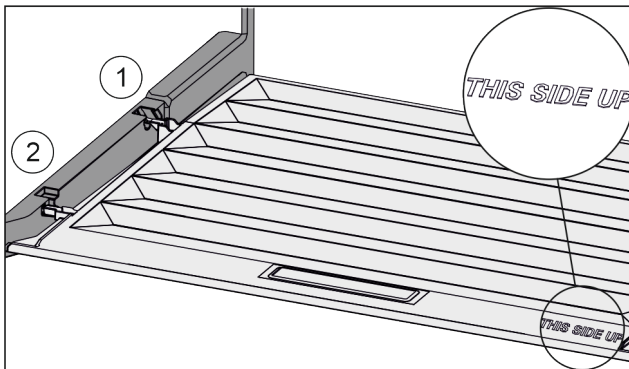

Fig. 74
- ▶ Dekselranden via de opening van de achterste houder Fig. 74 (1) aanbrengen en van voren in de houder Fig. 74 (2) klikken.